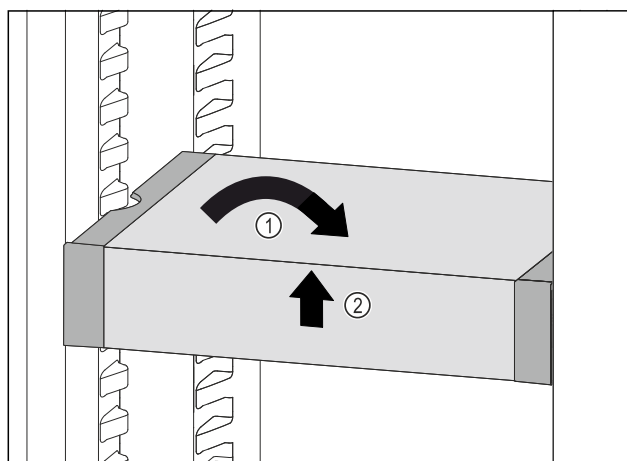

Fig. 179
- VarioSafe postavte rovně. Fig. 179 (1)
- VarioSafe vpředu zvedněte. Fig. 179 (2)